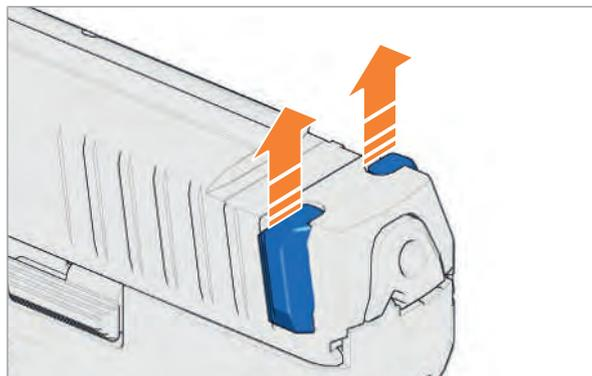

Abb. 35: Durchladehilfen entnehmen
2. Durchladehilfen entnehmen (*Abb. 35*).